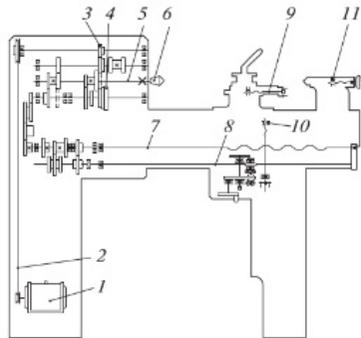
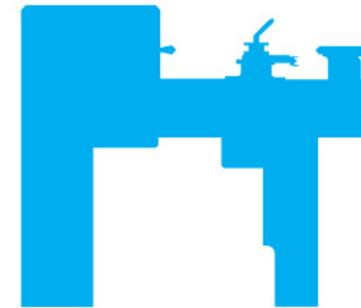

Рис. 5.5. Кинематическая схема токарно-винторезного станка:
Рис. 5.6. Шаблон станка ТВ-6
Практическая работа № 9 «Устройство токарно-винторезного станка ТВ-6» (рис. 5.5)
Оборудование и материалы: токарно-винторезные станки ТВ-6, плакаты кинематических схем основных частей станка, кинематическая схема (рис. 5.5), шаблон ТВ-6 (рис. 5.6), слесарные линейки, технический паспорт ТВ-6.
5. Обведите в тетради шаблон станка (рис. 5.6).
6. На полученном рисунке выполните кинематическую схему станка ТВ-6 (рис. 5.5).